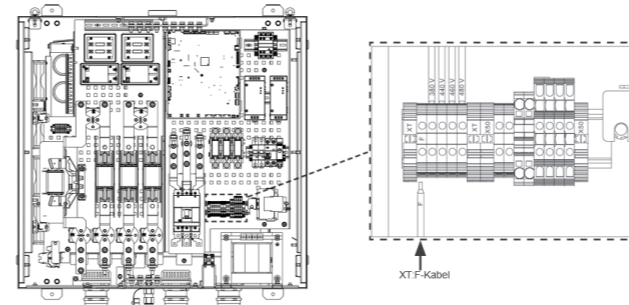

Abbildung 5.3: Einstellung der Netzspannung
2. Suchen Sie die XT-Klemmenleiste neben dem Netzschalter. (Abbildung 5.3)